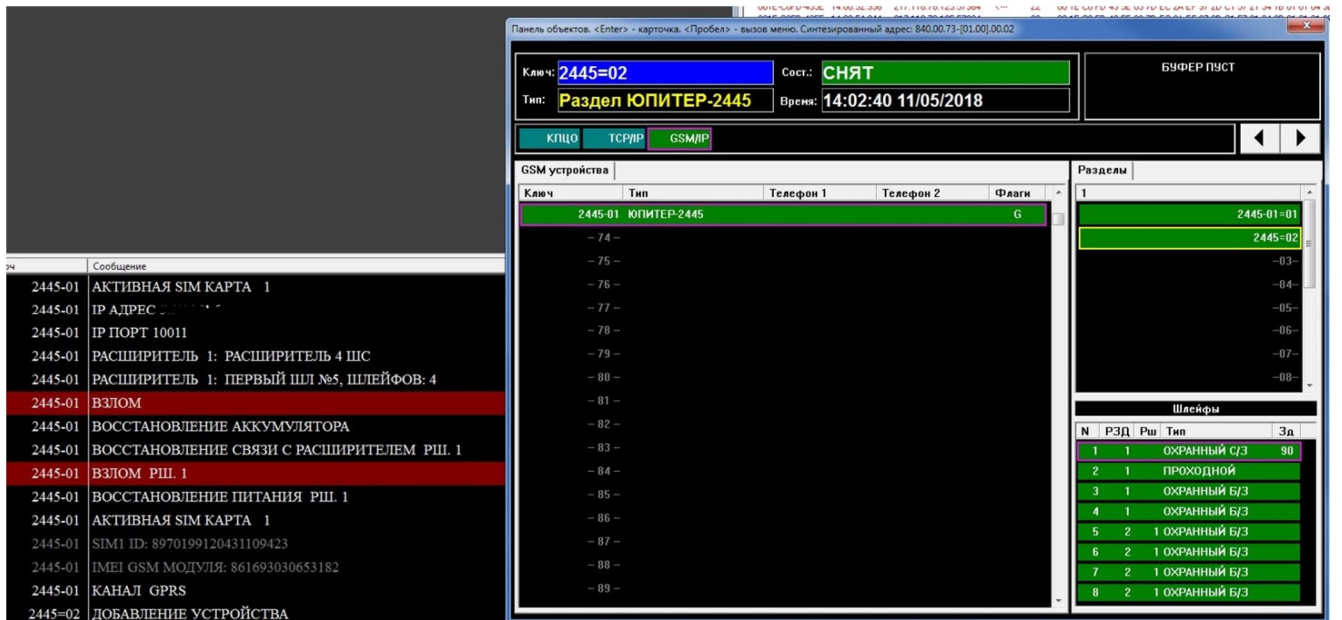

Рисунок 13. Загрузка конфигурации УОО Юпитер-2445
5.2 Включить питание УОО. После чтения файла конфигурации и сохранения настроек, должен прозвучать длинный звуковой сигнал. После подключения к АРМ ДПУ, УОО должен передать свою конфигурацию. Добавленные расширители и соответствующие им шлейфы сигнализации должны отображаться в карточке прибора (рисунок 13).